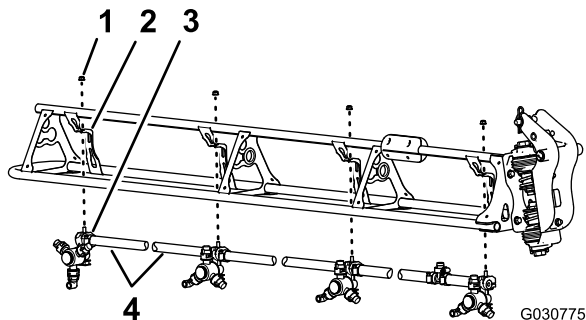

Figura 120
1. Tagliate il flessibile tra i 2 ugelli dell'irroratrice (Figura 120).
2. Rimuovete il dado di bloccaggio flangiato (5/16") che fissa l'ugello dell'irroratrice al supporto dell'ugello (Figura 120).